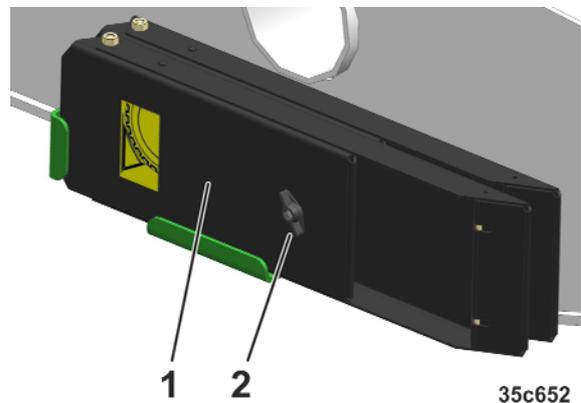

Fig. 114
18. Ranger les cales (Fig. 114/1) dans les supports et les bloquer avec les écrous à ailettes (Fig. 114/2).